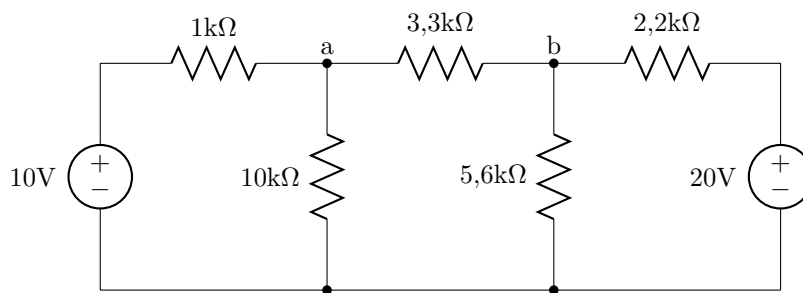

Figura 6.1: Circuito para el análisis de mallas y superposición.
- Haga las conexiones necesarias para armar en una protoboard el circuito de la Figura 6.1.